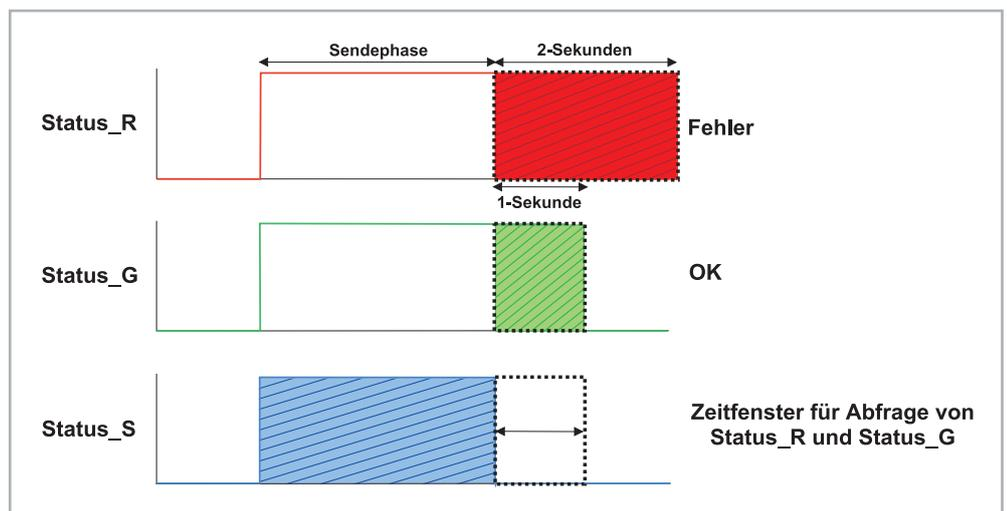

Bild 14: Der zeitliche Ablauf bei der Auswertung der Statussignale
Mit einem Mikrocontroller wird zunächst der Ausgang „Status\_S“ überwacht, wechselt dieser den Logikpegel von high nach low, kann durch Abfrage von „Status\_R“ (Fehlerfall) und „Status\_G“ (OK) festgestellt werden, ob der Sendevorgang erfolgreich war. Diese Ausgabe ist für Anwender vorgesehen, die das Modul in ihre eigene Applikation samt steuernden Mikrocontroller einpflegen und den Kommunikationsstatus detektieren möchten. Die Grafik in Bild 14 zeigt abschließend den geschilderten Ablauf. **ELV**